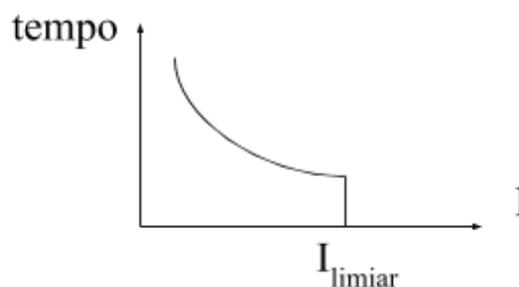

Figura 3 - Limiar de atuação da proteção magnética
- 2.2. Determinar aproximadamente o limiar de atuação da proteção magnética do disjuntor de 15 A. Para isso, utilizar o alicate amperímetro com a opção “Peak hold” ativada, energizar o circuito e verificar o número de ciclos até a atuação do disjuntor. O tempo de atuação do disjuntor é medido pelo contador de ciclos ($1 \text{ ciclo} = 1/60 \text{ s}$). Iniciar o experimento com uma corrente elevada (maior que 50 A) e observar que a abertura do disjuntor é imediata. A partir desse ponto, diminuir o valor da corrente até a obtenção de uma corrente mínima (I_{limiar}) onde a abertura do disjuntor continua imediata, conforme ilustrado na figura 3. Observação: um tempo de atuação de 2 segundos ou menos já é considerado imediato para um disjuntor dessa categoria.